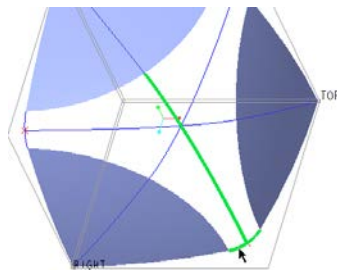

图 7-88 选择带参考曲线
- 3 系统提示选取第一条带参考曲线，选择图 7-88 所示的一条曲线作为带参考曲线（图中鼠标光标所指的曲线），接着在“带项”菜单中选择“确认曲线”选项。